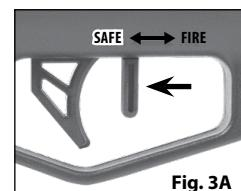

Fig. 3A
2. Sikringen er i SAFE position, og geværet er "ON SAFE" (sikret), når aftrækkersikringen er i positionen "Safe", som er den bagerste position (tæt på udlöseren) og ikke kan komme længere bagud. (Fig.3A).